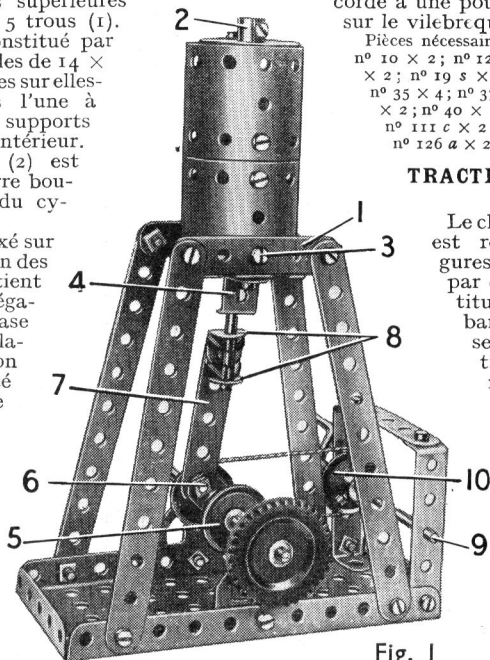

Fig. 1
La machine à vapeur verticale, qui apparaît sur la figure 1, est montée sur une plaque à rebords de 14×6 . Les montants, qui soutiennent le cylindre de chaque côté, sont deux bandes de 11 trous réunies à leurs extrémités supérieures par une bande de 5 trous (1). Le cylindre est constitué par deux plaques flexibles de 14×4 centimètres cintrées sur elles-mêmes et réunies l'une à l'autre par deux supports plats placés à l'intérieur. Une roue barillet (2) est fixée sur une équerre boulonnée au sommet du cylindre.